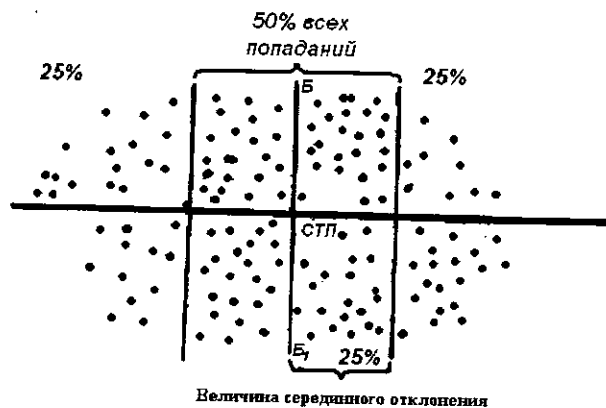

Рис. 4. Определение величины срединного отклонения по боковому направлению графическим способом
**Срединным отклонением** называется половина ширины центральной полосы рассеивания, вмещающая 50% всех попаданий. Один из способов определения срединного отклонения представлен на рис. 4.